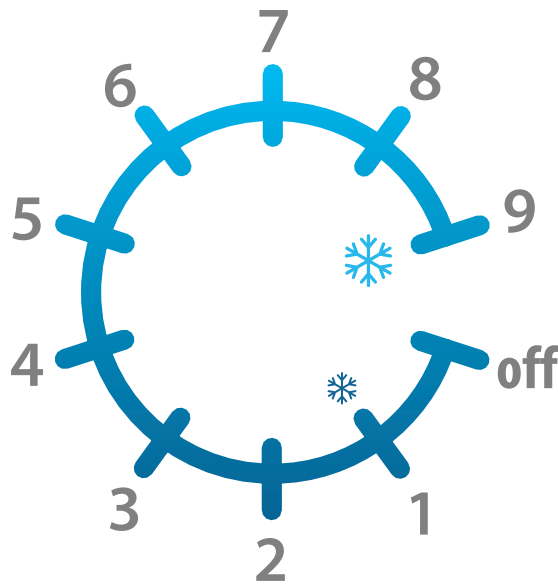

Fig. 2. Ajustes de la perilla de control de temperatura. **1** es el ajuste de mayor temperatura; **9** el de menor temperatura.
Uno (1) es el ajuste de mayor temperatura; nueve (9) el de menor temperatura. Véase la fig. 2.